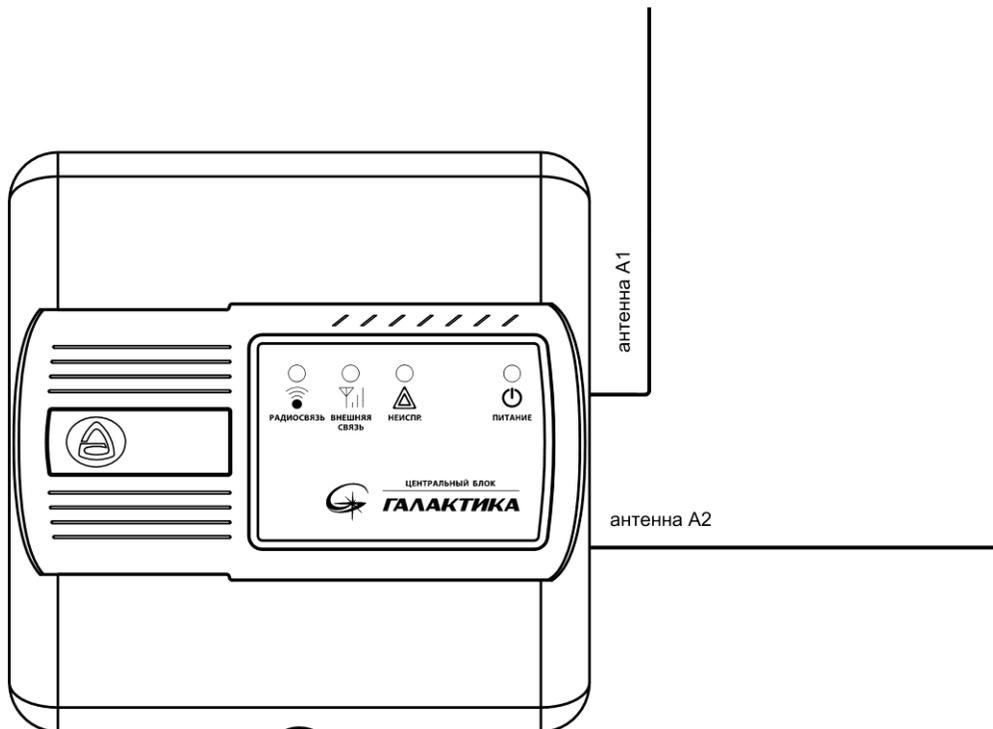

Рис.1 Общий вид ЦБ с подключенными антеннами
3.1.1 На панель индикации ЦБ (см. рис.1) выведены светодиодные индикаторы: контроля состояния питания - «ПИТАНИЕ» и контроля связи и неисправностей в системе – «РАДИОСВЯЗЬ» (связь с r/у), «ВНЕШНЯЯ СВЯЗЬ» (GSM канал) и «НЕИСПР.» (описание индикации – см.п. 3.5).